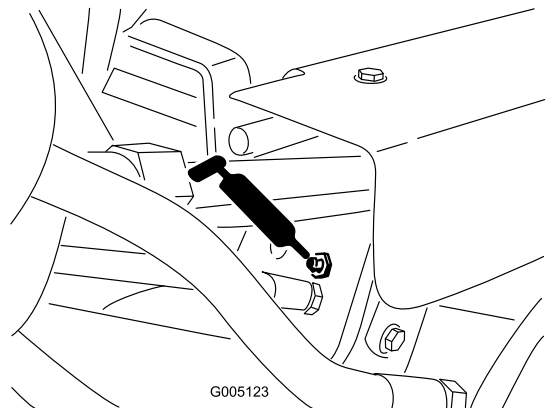

Figura 34
- Cilindros de elevación (3) (Figura 34)